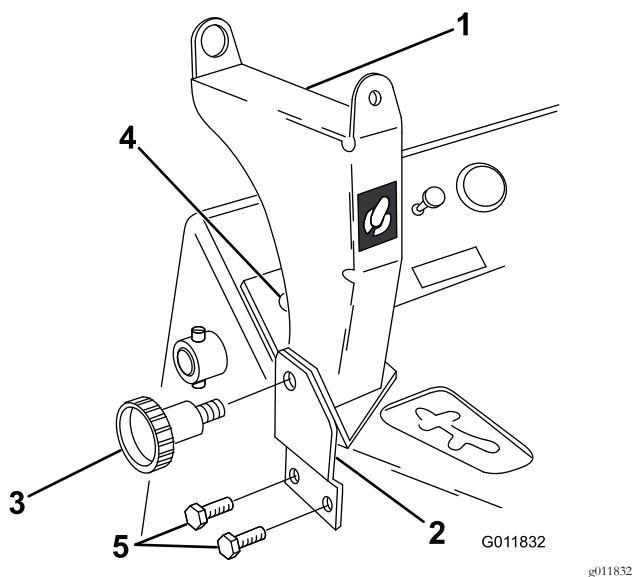

Figure 8
2. Alignez le support sur le côté gauche du groupe de déplacement, comme montré à la Figure 8.
3. Marquez l'emplacement des 2 trous du support de montage sur le groupe de déplacement et du trou du support d'orientation sur le panneau de commande (Figure 8).
4. À l'aide d'un foret de 0,290 pouce (taille L), percez les trous du support de montage dans le cadre du groupe de déplacement (Figure 8).
5. À l'aide d'un foret de 3/8 pouce, percez le trou du support d'orientation dans le panneau de commande (Figure 8).
6. Fixez le support de montage avec les 2 vis autotaraudeuses (5/16 x 3/4 po) (Figure 8)